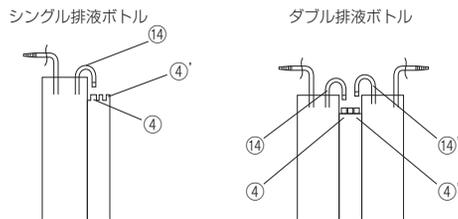

図2
6. シングル排液ボトルの場合は、連結チューブ⑭のコネクターを連結チューブの差込口④に突き当たるまで差し込み、排液ボトル⑧と吸引圧制御ボトル⑥を接続する。ダブル排液ボトルの場合は、連結チューブ⑭および⑭'のコネクターを差込口④および④'にそれぞれ突き当たるまで差し込み、排液ボトルと吸引圧制御ボトルを接続する。（図2）